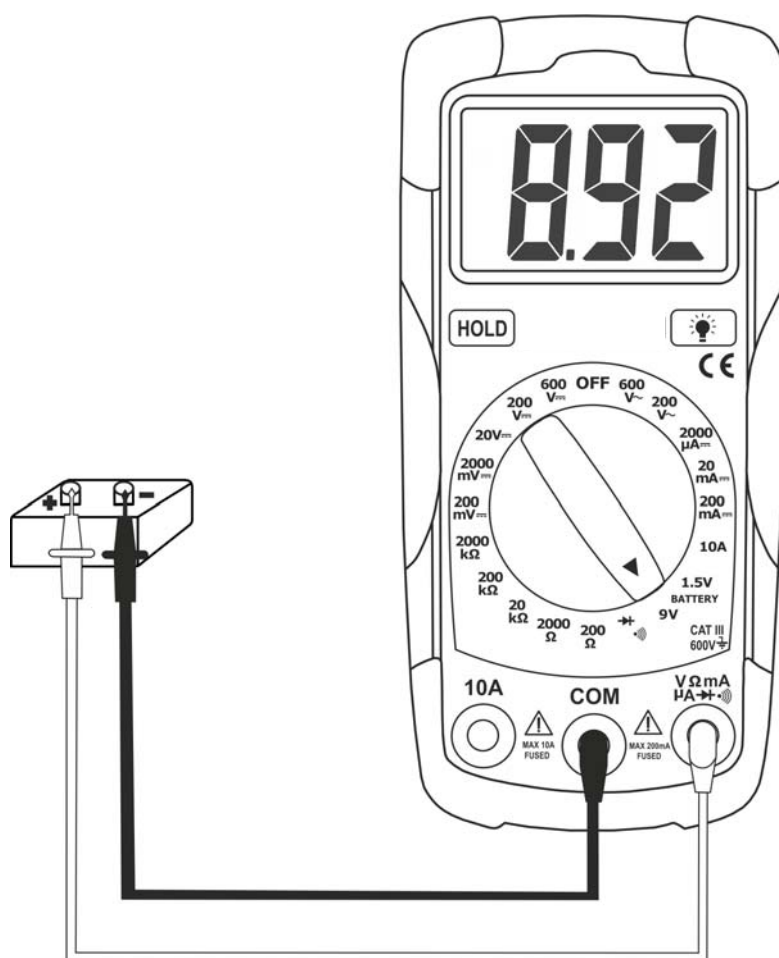

Fig. 7: Uso del instrumento en Prueba de Pilas
3. Conecte las dos puntas de prueba en la pila a medir respetando la polaridad indicada (ver Fig. 7). El valor de la tensión de pila será visualizado